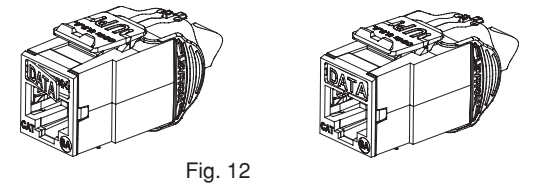

Fig. 12
3. Carefully break away the desired Icon, trim away any residual plastic vestige, and press Icon securely into the front of the jack. (Fig. 12).
3. Détacher délicatement l'étiquette voulue, l'ébarber et bien l'insérer à l'avant du connecteur (fig. 12).
3. Abra con cuidado el icono deseado, corte cualquier vestigio de plástico y presione el ícono firmemente en la parte frontal del conector (Fig. 12).